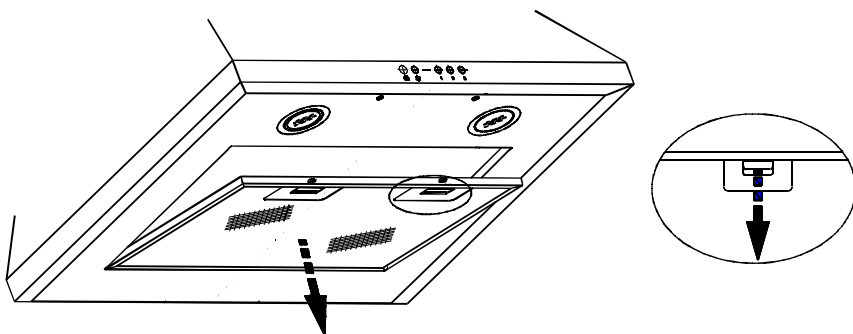

РИС. 9
8.6.2. Снимите алюминиевый фильтр (рис. 9).
8.3. Для очистки фильтра извлеките его из зонта (рис. 9) и произведите его очистку с помощью щетки горячим водным раствором нейтрального моющего средства или денатурированным спиртом.